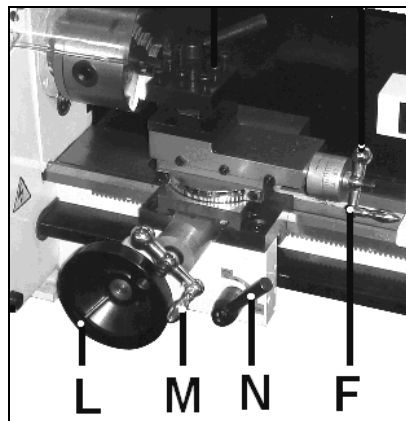

Fig 8
Zum Längs- und Plandrehen können Bettschlitten (L, Fig 8), Querschlitten (M) und Oberschlitten (F) an den Handrädern bewegt werden.
Schließen Sie die Schloßmutter (N, Fig 8) um den Vorschub zu aktivieren.
Schließen Sie die Schlossmutter (N, Fig 8).